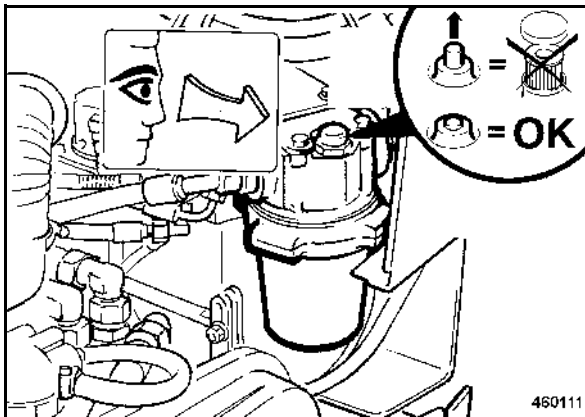

fig. 89
- Vérifier l'indicateur d'encrassement (fig. 89) à température de service et lorsque le moteur tourne au régime maximal.